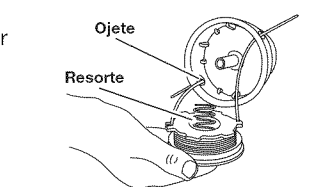

Fig. 21
13. Inserte o deslice los extremos de la línea por o en los ojetes en la bobina exterior y coloque el carrete interior con el resorte dentro de la bobina exterior (Fig. 21). Empuje al mismo tiempo el carrete interior y la bobina exterior.
5. Inserte o deslice los extremos de la línea a través de o en los ojetes en la bobina exterior (Fig. 21).